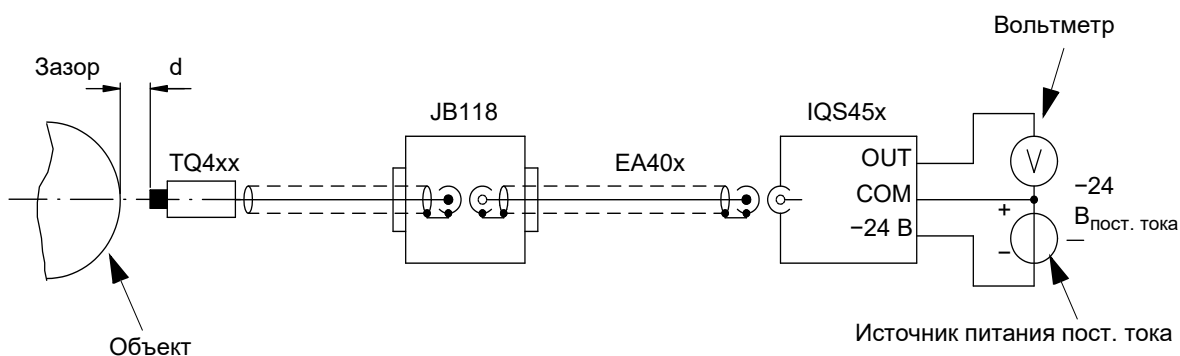

Рис. 6-5. Определение характеристик при помощи метода трехпроводной передачи
- 1- Подключить источник питания $-24 \text{ В}_{\text{пост. тока}}$ к контактным зажимам « $-24 \text{ V}_{\text{DC}}$ » и «COM» формирователя сигнала $IQS45x$ (см. Рисунок 6-5).
- 2- Подключить вольтметр к контактным зажимам COM и OUTPUT (см. Рисунок 6-5).